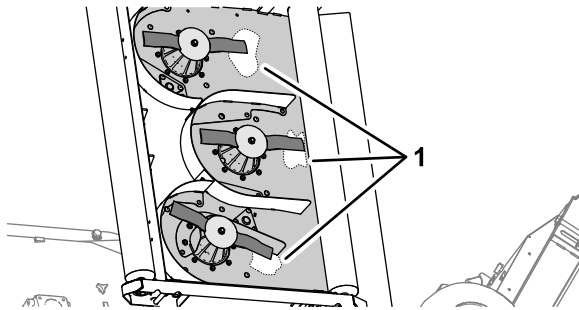

Figura 65
- Limpe a parte inferior da plataforma do cortador na área adjacente à extremidade de corte na traseira da lâmina (Figura 65).